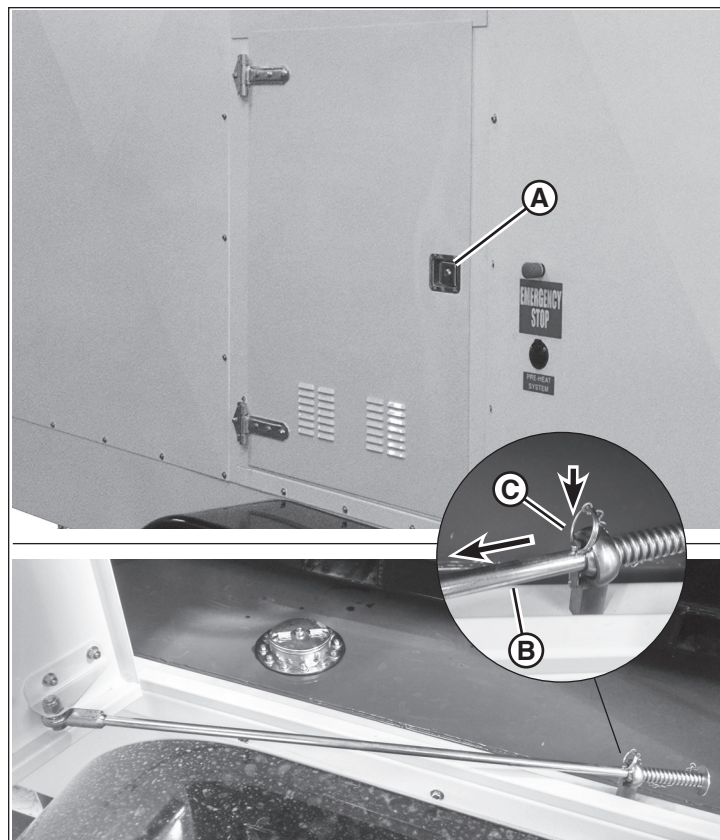

Figure 13
1. Tirer le loquet (A, Figure 13) pour ouvrir la porte d'accès de compartiment. (Porte d'accès du compartiment des commandes illustrée).
2. Verrouiller en position ouvert en insérant la goupille de verrouillage (C) dans le trou dans la tige de serrure de porte (B). S'assurer que le trou est sur l'extérieur du tourillon.